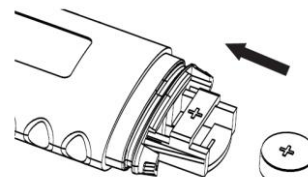

Figura 5
4. Use um objeto com ponta (como uma caneta) para remover a bateria antiga. Descarte a bateria conforme a legislação. Substitua por uma bateria nova tipo botão, 1,5V, corrente contínua, LR41 ou SR41, UCC 392, ou equivalente. Certifique-se de que a bateria está sendo colocada com a face polarizada (+) para cima (ver Figura 5).